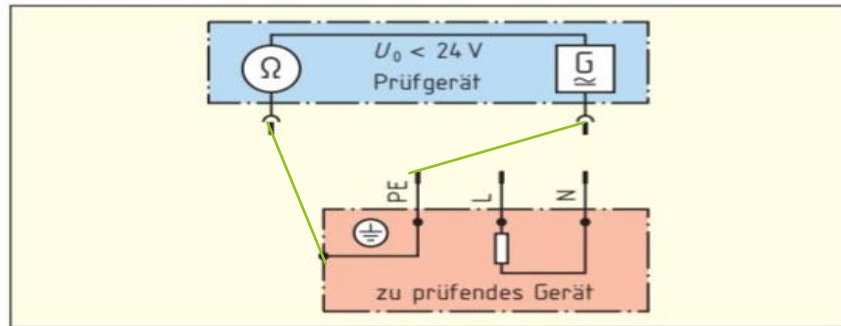

Bild 2: Messung des Schutzleiterwiderstandes
a) Ergänzen Sie im Bild 2 den Anschluss der Messleitungen bei der Messung des Schutzleiterwiderstandes.